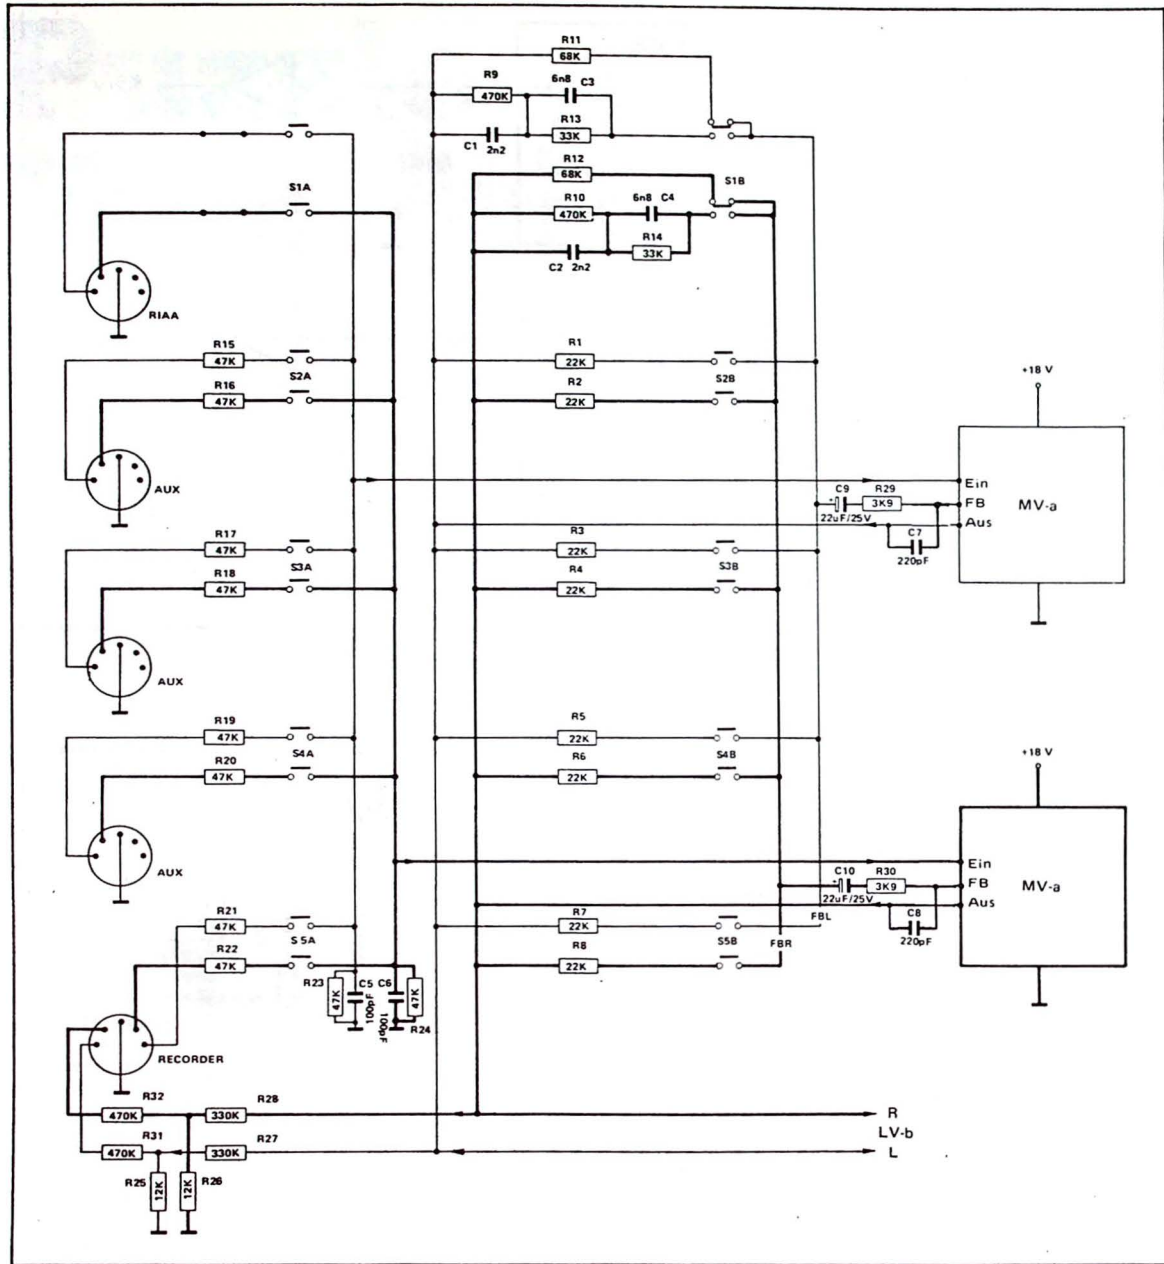

Bild 4. Gesamtschaltung des „Puzzle“-Eingangs-Bausteins. Die Buchse „Rekorder“ ist für Aufnahme und Wiedergabe beschaltet.
**Bild 4.** Der von der Schallwand oder der (offenen) Box verursachte Abfall der Schalldruckkurve setzt in diesem Beispiel bei 300 Hz ein. Wählt man einen Lautsprecher mit einer Resonanzfrequenz, die eine Oktave tiefer liegt (150 Hz), so stellt sich ein annähernd linearer Frequenzgang bis ca. 150 Hz ein. Unterhalb der Resonanzfrequenz setzt ein starker Abfall der Kurve um 18 dB/Oktave ein.
Zunächst sei angenommen, daß der Lautsprecher ideal ist, also bis zu niedrigsten Frequenzen hin linear. Die Schallwand (oder offene Box) verursacht, wie besprochen, unabhängig vom Lautsprecher einen Abfall des Schalldrucks von 6 dB/Oktave, beginnen vom Punkt  $f_{ak}$ , dessen Lage von den gewählten Abmessungen abhängt (Bild 4).
Im Bereich links von  $1/2 f_{ak}$  (= Resonanzfrequenz des Lautsprechers) in Bild 4 droht warm-woolly-Wiedergabe. Um sie weitgehend auszuschalten, sollte man die Verstärkerleistung ab  $f_{ak}$  zu niedri-
In Bild 4 ist die Schaltung des Eingangsbausteins vollständig angegeben. Die Verbindungen des linken Kanals sind als schwächere Linien, die des rechten als kräftige Striche zu sehen. Von den fünf Buchsen geht es über die